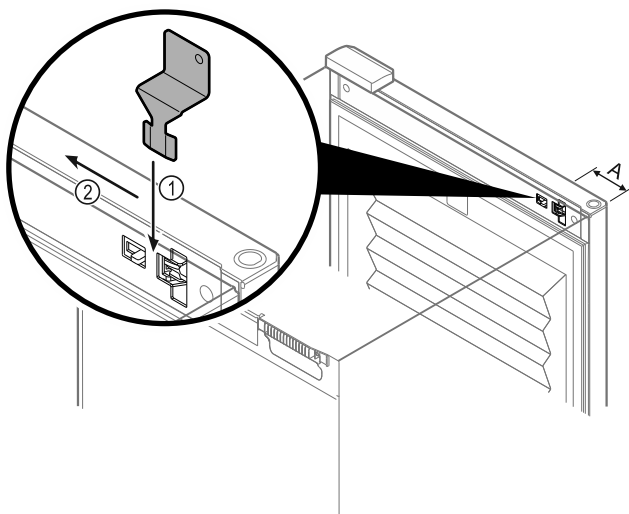

Fig. 218
- ▶ Ključ za odklepanje v sili postavite na predvideno mesto Fig. 218 (A) ≈ 100 mm.
- ▶ Ključ za odklepanje v sili vstavite med vrata in korpus naprave z zgornje strani do konca Fig. 218 (1).
- ▶ Ključ za odklepanje v sili povlecite v smeri tečaja Fig. 218 (2).